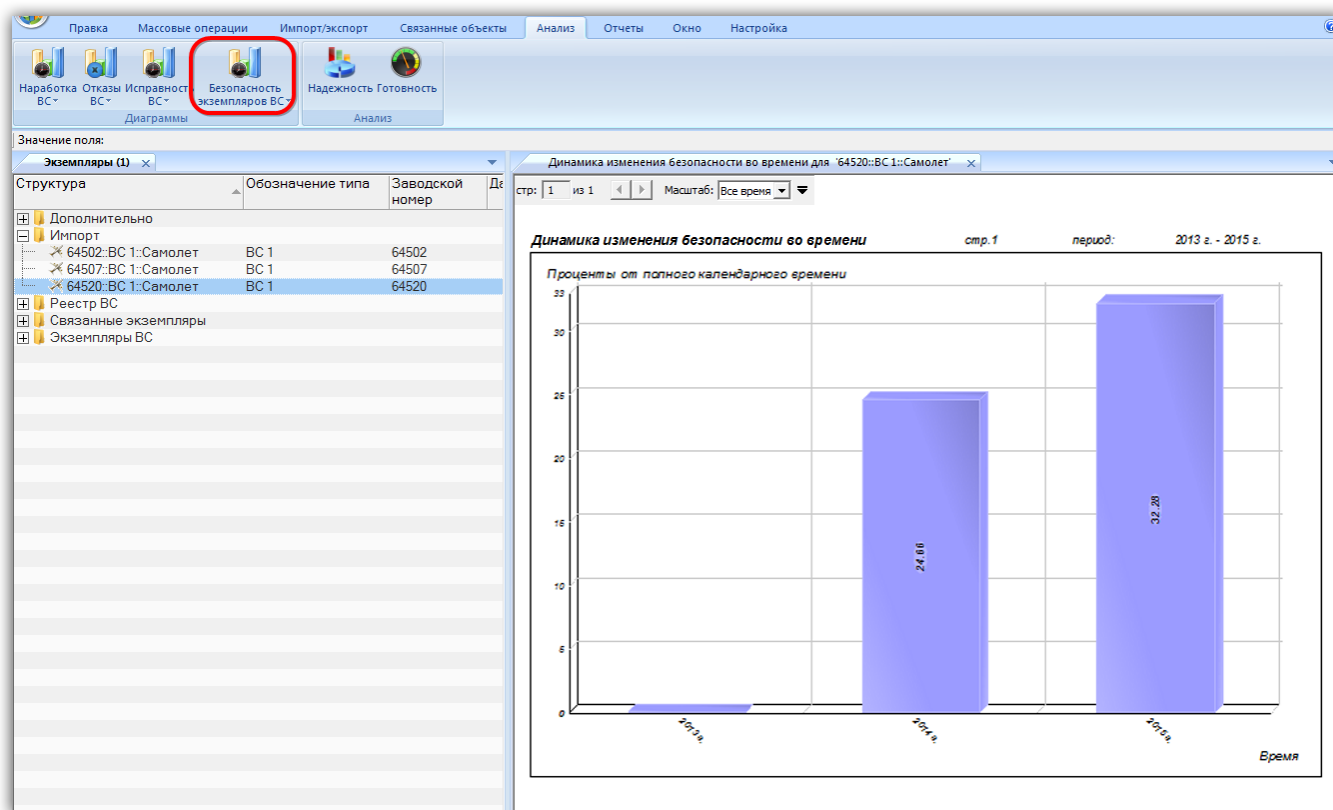

Рис. 13-447 – Построение диаграммы по безопасности экземпляров
- 3) Нажать кнопку «Безопасность экземпляров ВС» панели «Диаграммы» на вкладке «Анализ» и выбрать пункт «Динамика безопасности во времени» (рис. 13-447).